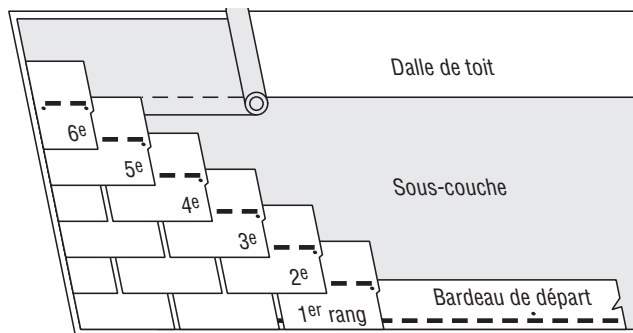

Figure 10-16 : Méthode par demi-jupe.
- Continuer le rang de départ en posant des bardeaux entiers le long de l'avant-toit (figure 10-16).
**PREMIER RANG :** Poser un bardeau entier sur le coin inférieur gauche du toit, en mettant les jupes à égalité avec le rang de départ (figure 10-16).
**DEUXIÈME RANG :** Retrancher 6 9/16 po (16,7 cm) (une demi-jupe) du côté gauche d'un bardeau et poser la pièce restante par-dessus le bardeau du premier rang, à égalité avec le bord gauche du bardeau et en laissant 5 5/8 po (14,3 cm) du premier rang à découvert (figure 10-16).
**DU TROISIÈME AU SIXIÈME RANG :** Chacun des rangs suivants, jusqu'au sixième rang inclusivement, doit débuter par un bardeau plus court d'une demi-jupe (6 9/16 po [16,7 cm], du côté gauche) que le premier bardeau du rang précédent (figure 10-16). Laisser chaque rang à découvert de 5 5/8 po (14,3 cm).